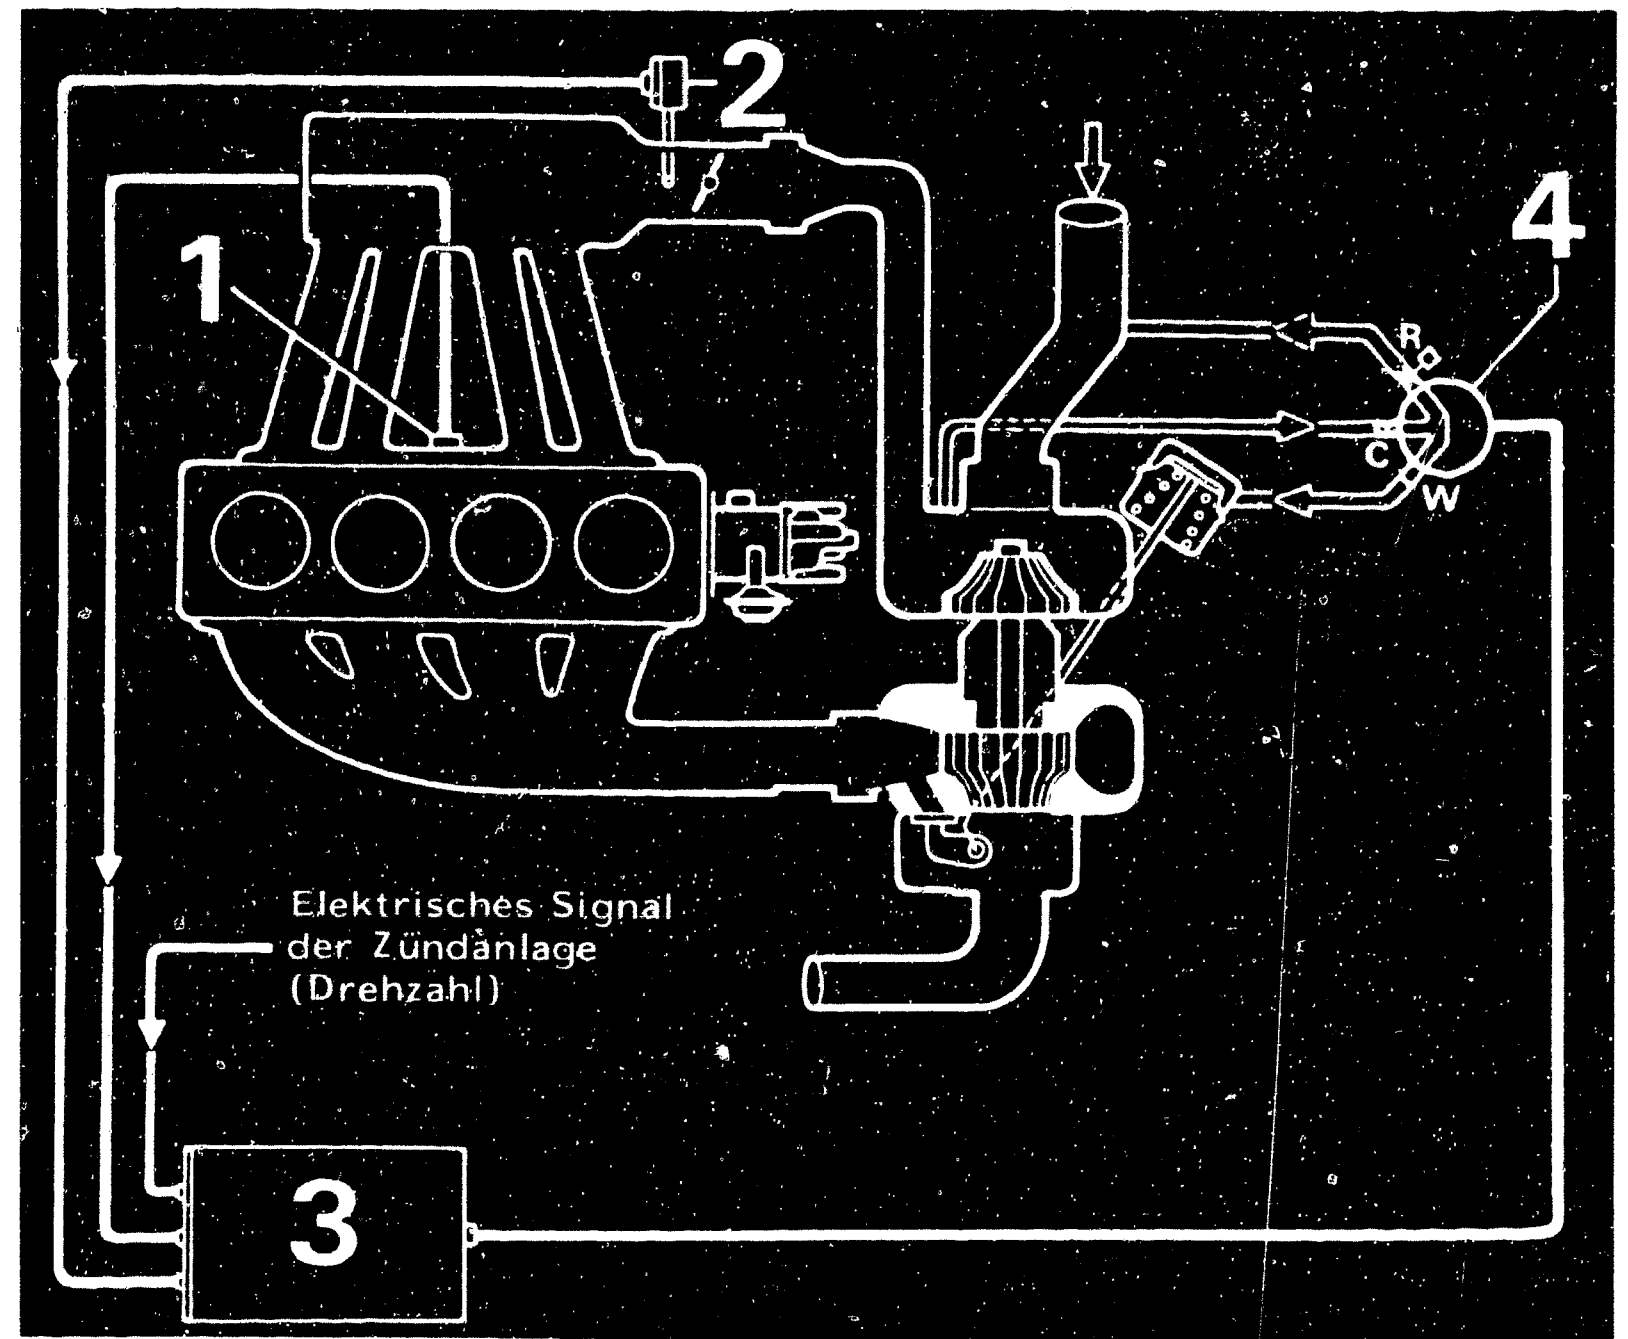

Bild 15 Abgasturbolader mit automatischer Anpassung des Ladedruckes an die Benzinqualität (APC).
d) Das **elektronische Steuergerät** ist im Wageninnern unter dem Rücksitz platziert. Es erhält die elektrischen Signale von Klopfsensor, Druckgeber und Zündanlage (Drehzahl), wertet sie aus und beaufschlagt das Magnetventil (4 in Bild 15) mit dem entsprechenden Steuerstrom.